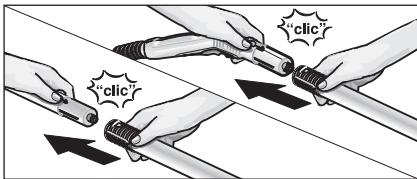

Рис. 3: приєднання подовжувальних трубок
- При необхідності користуйтесь подовжуvalnimi трубками (G1). При цьому одну або обидві подовжуvalnі трубки (G1) приєднайте до парового пістолета (С1) (див. рис. 3). Після цього надягніть необхідну насадку (D1, E1, F1, H1) на вільний кінець подовжуvalnoї трубки.